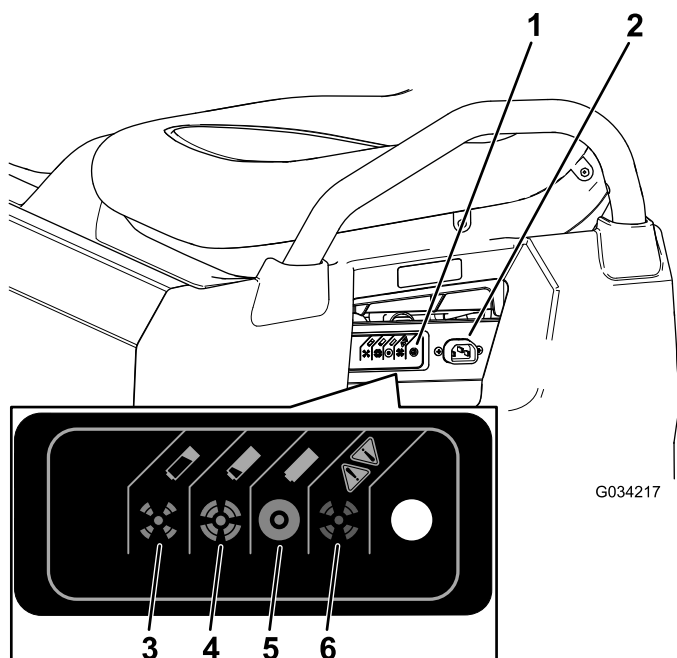

Figura 39
3. Collegate un cavo di ricarica calibro 16 (o di diametro superiore), da 2,5 m o più corto alla presa di ricarica sulla macchina (Figura 39).
Fate riferimento alla tabella seguente e Figura 39 per informazioni sui significati dei diversi colori della spia dello stato del caricabatterie.